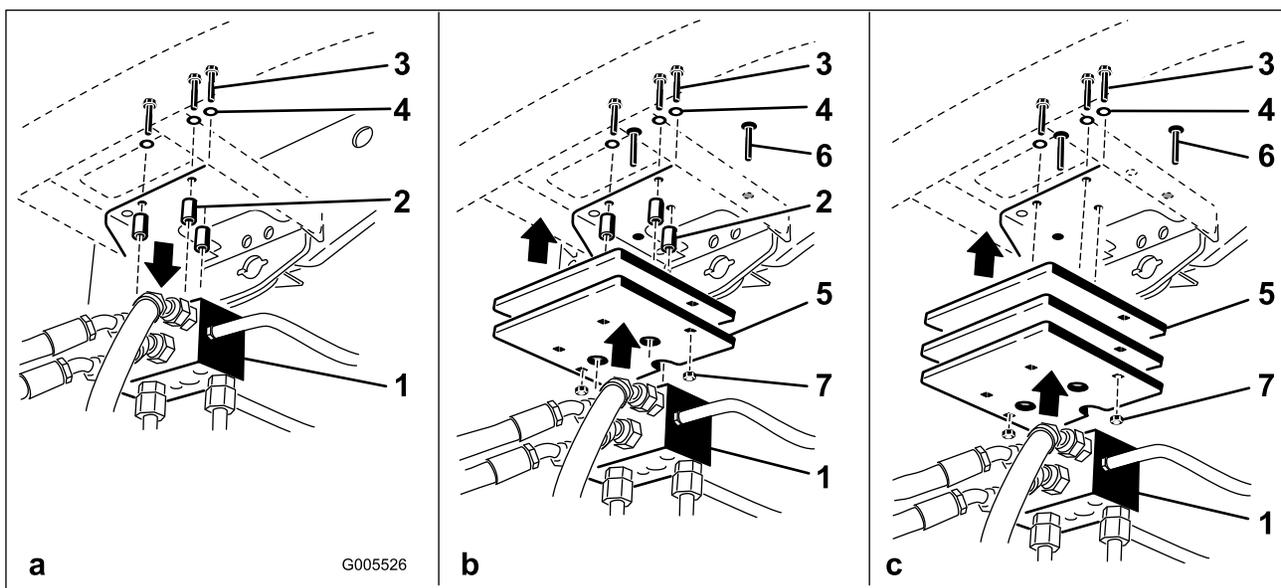

Рисунок 17
На моделях с приводом на четыре колеса используйте следующую процедуру для установки необходимого количества грузов (см. таблицы грузов) в верхней или нижней части заднего бампера, как показано на Рисунок 17.
- Удалите три болта и снимите шайбы с разделителями, прикрепляющие коллектор контура тяги к нижней части заднего бампера (Рисунок 17а).
- Установите груз(ы) и коллектор тяги на бампер с помощью ранее снятых трех болтов, шайб и разделителей (Рисунок 17б).
Примечание: Не используйте разделители, если вы устанавливаете более двух грузов под бампером (Рисунок 17в).
- Прикрепите наружные края груза(ов) к бамперу с помощью двух каретных болтов и гаек (Рисунок 17в).